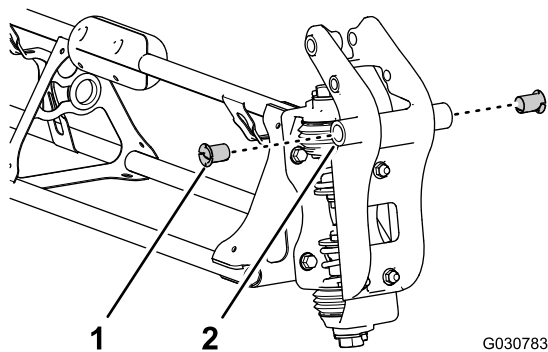

Рисунок 134
- Вставьте нейлоновые фланцевые втулки в отверстия диаметром 31,8 мм (1 1/4 дюйма) с каждой стороны крепления оси поворота (Рисунок 134).